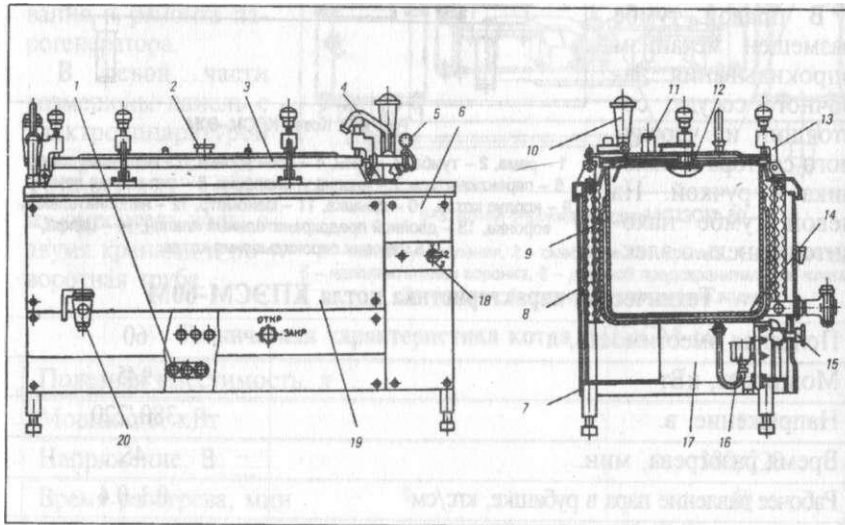

Рис. 9-5. Пищеварочный котел КЭ-250
**Пищеварочный котел типа КЭ (рис. 9-5).** Промышленность в настоящее время выпускает три типа котлов КЭ-100, КЭ-160, КЭ-250, которые имеют аналогичную конструкцию и принцип работы, но отличаются между собой только размерами, полезной вместимостью варочного сосуда и мощностью нагревательных элементов. Главная особенность эксплуатации котлов типа КЭ заключается в том, что варка продуктов в таких котлах может осуществляться в функциональных емкостях, уложенных в кассету. Поэтому для загрузки и выгрузки кассет используют подъемные тележки.